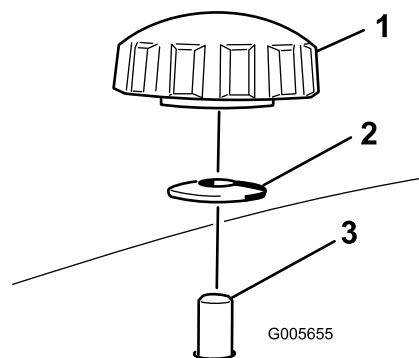
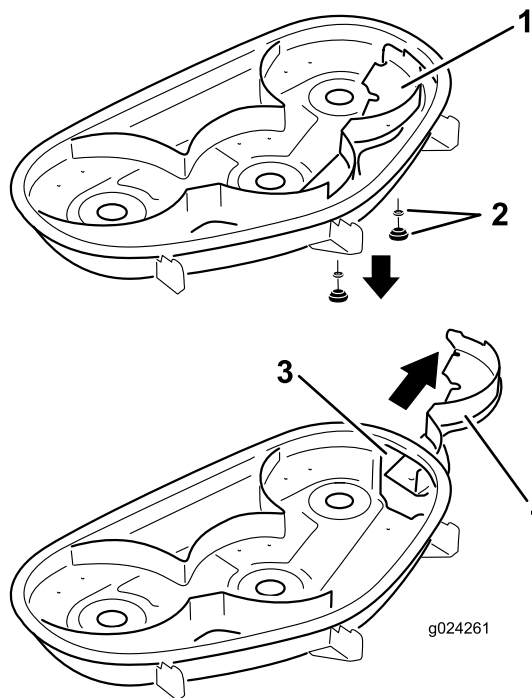

Figura 26
Figura 27
4. Retire los 2 pomos y las arandelas curvas que sujetan el deflector derecho al cortacésped (Figura 26).
5. Retire el deflector derecho y baje el deflector de hierba sobre el orificio de descarga (Figura 26 y Figura 27).
5. Coloque el deflector derecho debajo de la carcasa de corte y fíjelo usando 2 pomos y las arandelas curvas (cara ahuecada hacia el cortacésped) según se muestra en Figura 26 y Figura 27.